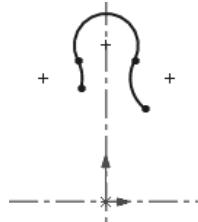

图 10.3 绘制圆弧
Step 2 绘制圆弧。选择下拉菜单 **工具(T)** → **草图绘制实体(S)** → **三点圆弧(3)** 命令，在图形区绘制图 10.3 所示的圆弧。